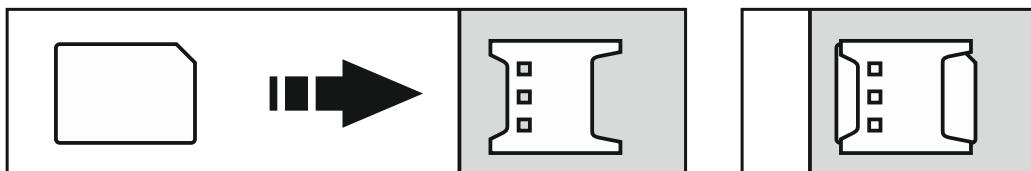

Рис. 7. Способ монтажа карты nano-SIM.
- Вставьте SIM-карту / SIM-карты в держатель (рис. 7).